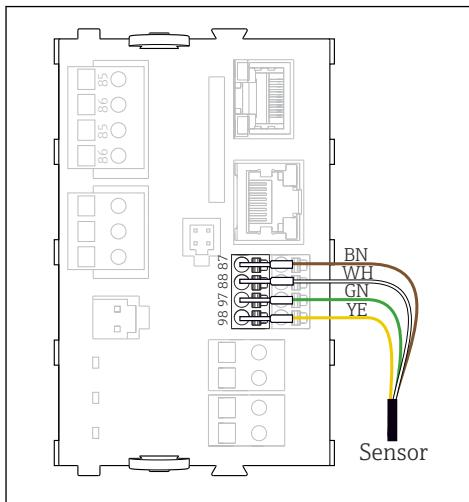

図 28 Memosens センサ、追加電源なし
- センサモジュール SEM および Memosens モジュール 2DS またはベースモジュール-E (→ 図 28 以降) (Memosens センサのみ) の端子コネクタにセンサケーブルを直接接続